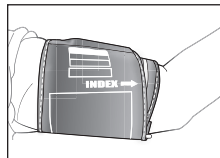

Fig. 6
4. La flecha de marca INDEX debe estar dentro del rango de la barra, como se muestra en la, Fig 6. Si la flecha INDEX está fuera de este rango, necesitará un brazalete de tamaño diferente.